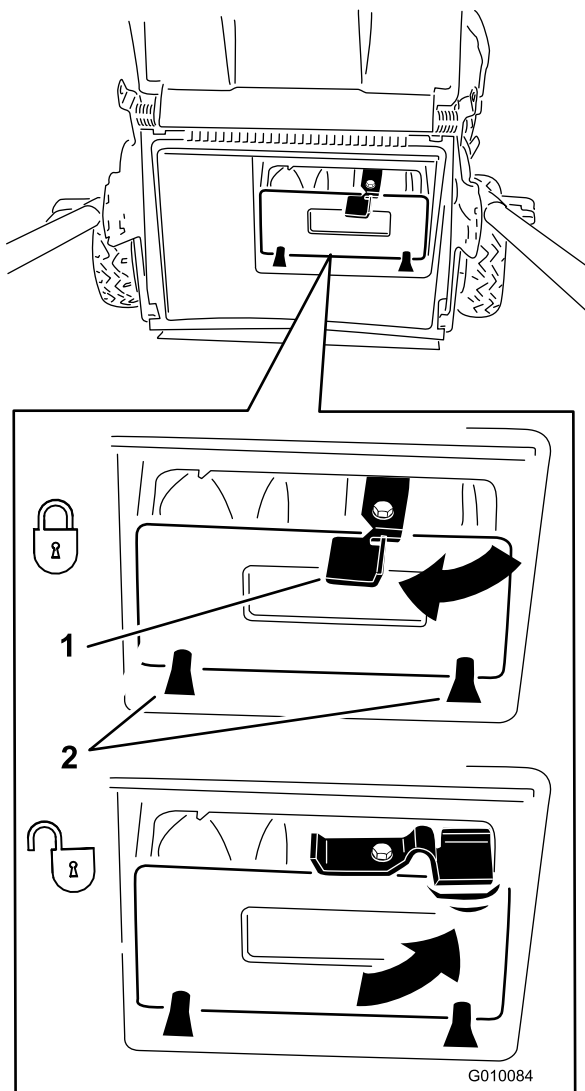

Figura 27
Importante: Verificate che il coperchio di scarico posteriore sia montato. Per bloccare il coperchio, premete con forza il coperchio finché non scatta in posizione dietro le linguette, e ruotate la leva sul coperchio a sinistra (Figura 27).
Nota: Per sbloccare il coperchio, ruotate la leva sul coperchio verso destra (Figura 27).
28), spingete con decisione il coperchio finché non si inserisce con uno scatto dietro le linguette e ruotate la leva sul coperchio a sinistra (Figura 27).